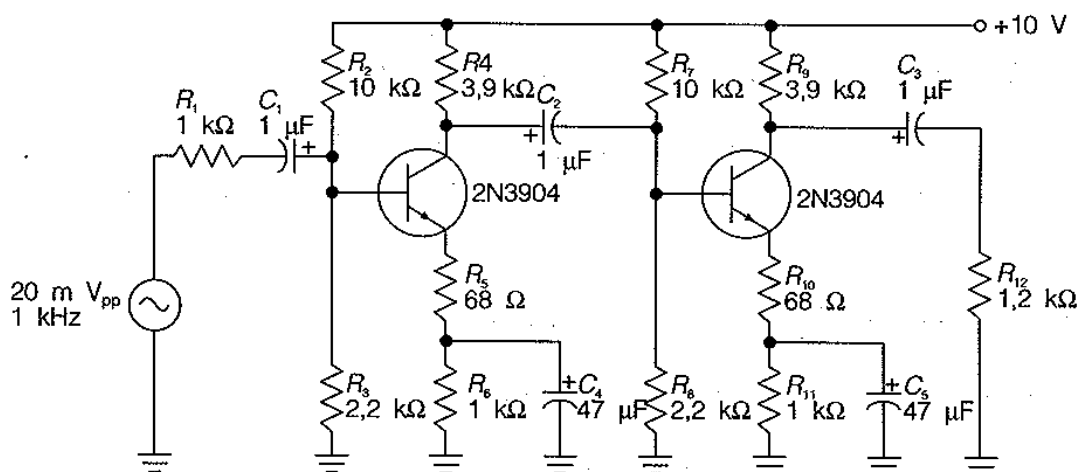

FIGURA 1
1. Na Figura 1, calcule as tensões CC na base, emissor e coletor de cada estágio. Anote suas respostas na Tabela 1.
2. Calcule o valor CA pico a pico da tensão na base, emissor e coletor de cada estágio (Figura 1). Anote todas as tensões CA na Tabela 2.
3. Monte o amplificador de dois estágios da Figura 1.